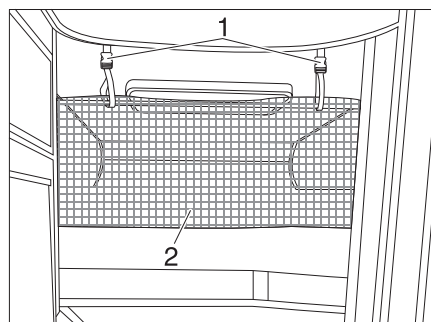

Bild 130 Sicherungsnetz
Das Sicherungsnetz (Bild 130,2) ist serienmäßig zwischen Matratze und Lattenrost verstaut. Das Sicherungsnetz erst aufspannen, wenn sich die Person bereits im Bett befindet.
- Die Haltebänder (Bild 130,1) in die Halterungen an der Decke einrasten.